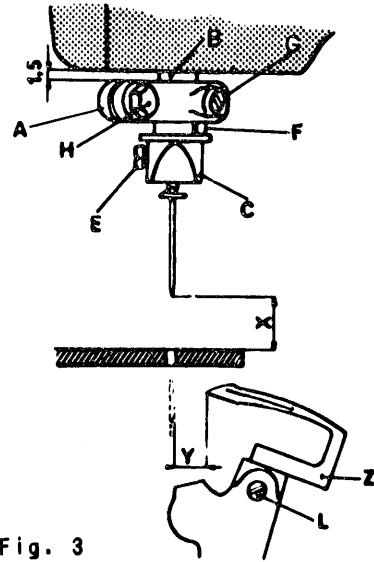
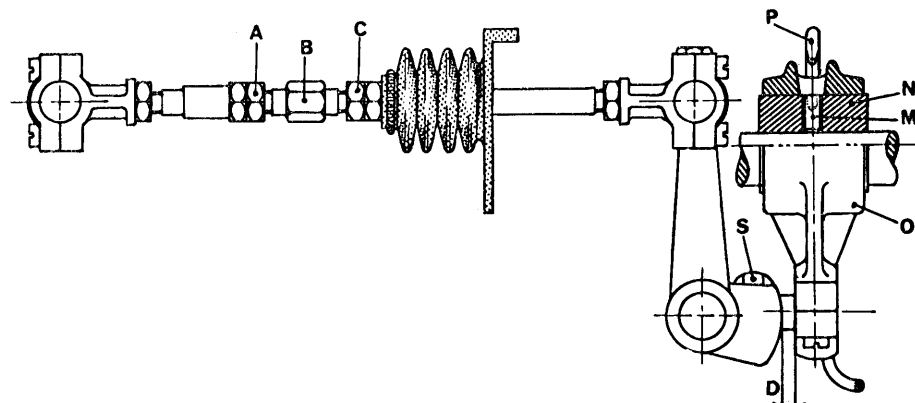

Fig. 3
Fig. 10
- S. 1651.00 per esecuzione quote come da fig. 3
- S. 1652.00 per esecuzione quote come da fig. 10
3. Posizionamento dell'ago (fig. 3)
- Inserire fino in fondo il crochet Z nell'apposita sede e bloccarlo sul piano del gambo con la vite L (fig. 3).
- Eseguire la misura D (fig. 10) col calibro S. 1652.00 per biella comando crochet agendo sul dado S.
- Ricercare la misura Y (tabella fasature) dalla punta del crochet alla tangente destra dell'ago (fig. 3).
- Allentare i controdadi A e C (fig. 10) e ruotare il perno B in un senso o nell'altro fino ad ottenere la misura Y (fig. 3 - calibro S. 1651.00).
- Bloccare leggermente i due controdadi A e C (fig. 10).
- Se la corsa del crochet e' ritardata o anticipata, bisogna allentare i due grani interni M dell'eccentrico N della biella O (fig. 10) e, tenendo fermo l'eccentrico M, ruotare il volantino della macchina in modo da ottenere la condizione voluta.
- Nota: se questa condizione non si verificasse, si deve allungare o accorciare la corsa del crochet agendo sulla vite S (fig. 10) variando così la quota D. In questo caso si devono poi rivedere tutte le condizioni di fasatura eccetto quella descritte nel primo capoverso.
- Bloccare i controdadi A e C (fig. 10).
Nota: quando si sposta la biella per eseguire la misura D (fig. 10), tenere presente che l'eccentrico N sia sempre centrato rispetto alla testa di biella O. In caso di eccessivi spostamenti, modificare la posizione del tappeto di lubrificazione P spostandolo adeguatamente in modo che la mezzeria coincida con il centro del foro esistente sulla testa di biella O.